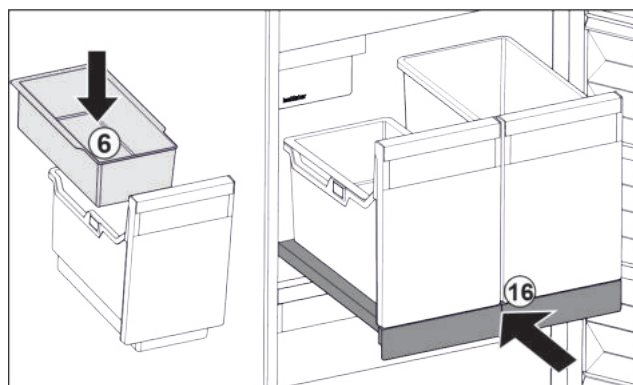

Fig. 29
- ▶ Поставете окачващата се поставка Fig. 29 (6) за ледени кубчета.
- ▶ Вкарайте изтеглящата се дъска със съдовете (IceTower). Fig. 29 (16)